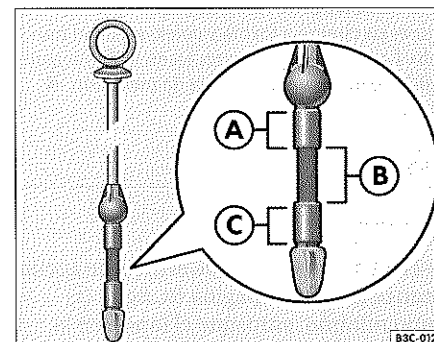

Fig. 9 Varilla de medición con marcas del nivel del aceite
- Saque nuevamente la varilla, compruebe el nivel ⇒ página 53, fig. 9 y añada aceite si fuera necesario ⇒ página 54.
En la figura ⇒ página 53, fig. 9 aparece una varilla de medición del nivel del aceite. La varilla de medición puede variar de la que aparece en la figura, en cuanto a forma y color, según el modelo. Las marcas que aparecen en la figura son válidas para cualquier varilla de medición. ◀
Si el nivel de aceite se encuentra por encima de la zona ⇒ página 53, fig. 9 **A**, no arranque el motor. Puede causar daños en el motor y en el catalizador. Póngase en contacto con un taller especializado.